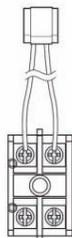

Fig.1
**Schritt 3.** Verbinden Sie das bauseitige Kabel mit dem Sensor wie in Abb. 1 gezeigt.
[Abb. 1]
- ① Klemmenblocksatz der Ersatzheizung finden (Abb. 1).
- ② Montieren Sie den Klemmblocksatz mit dem Schraubgerät.